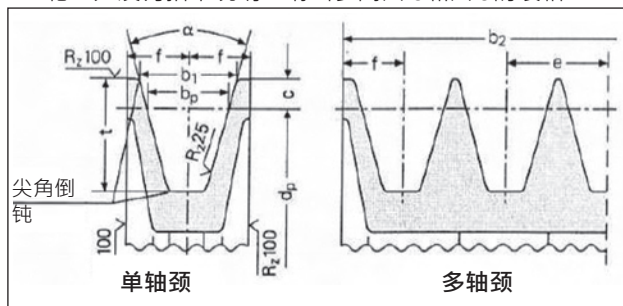

图8
- 使用皮带制造商说明/建议轴颈尺寸的V型皮带用皮带轮。如没有指示说明，请出参阅图8和图9的表格。